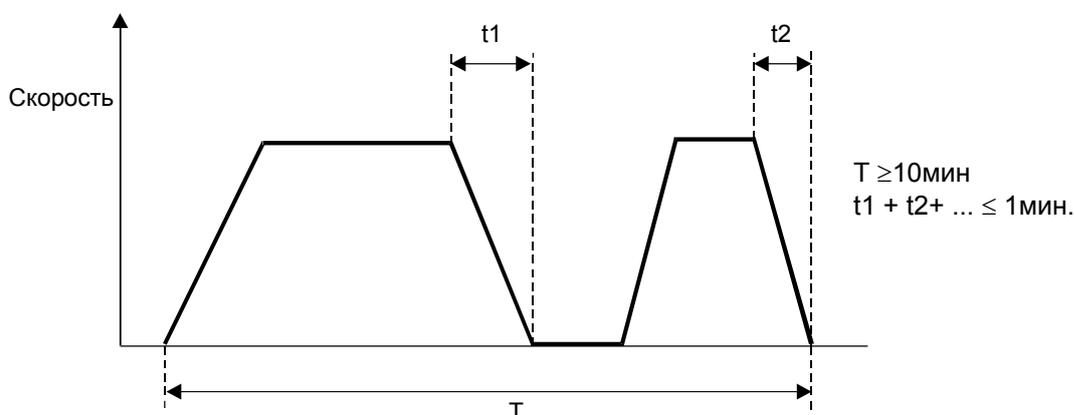

Рис. 7-2
В стандартном исполнении у этих устройств есть функция динамического торможения и DB резистор. Устройство DBR позволяет работать с 10% ED, как показано на Рис. 7-2.
1. При выполнении динамического торможения с моделями VAT2000 старше, чем U2KX55K0S, присоедините модуль торможения UADOPTDBUHO как показано на Рис7-5. Этот модуль должен применяться при 10% ED или меньшей, как изображено на Рис. 7-2. Можно использовать несколько устройств, присоединенных параллельно. Присоедините управляющие контакты инвертора RA-RC к контактам устройства торможения 1-2. Теперь при работе VAT2000 будет функционировать DB (динамическое торможение).